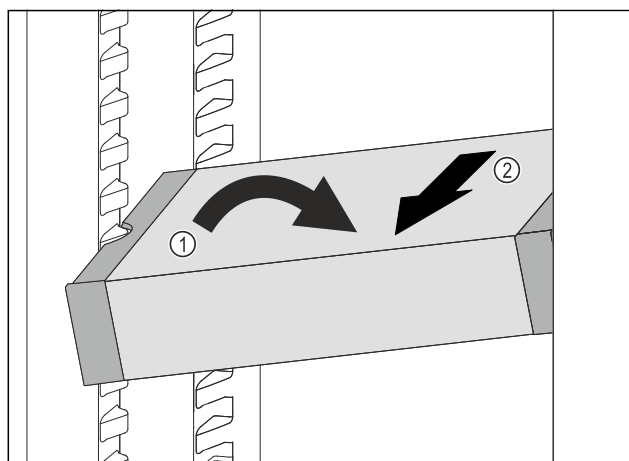

Fig. 113
- ▶ 在冷藏区中倾斜 VarioSafe。 Fig. 113 (1)
- ▶ 向前取出 VarioSafe。 Fig. 113 (2)